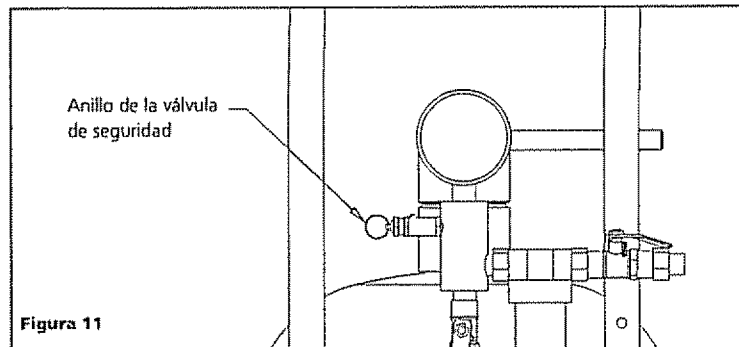

Figura 11
9. Verifique la válvula de seguridad halando el anillo de la válvula de seguridad (ver figura 11). La válvula dejará salir un flujo de aire fuerte y continuo. Observe el manómetro del tanque: la presión de aire debería disminuir. Si entra más aire de la que sale por la válvula de seguridad, la válvula de seguridad está bloqueada y debe reemplazarse. Cambie la válvula de seguridad con un repuesto idéntico.